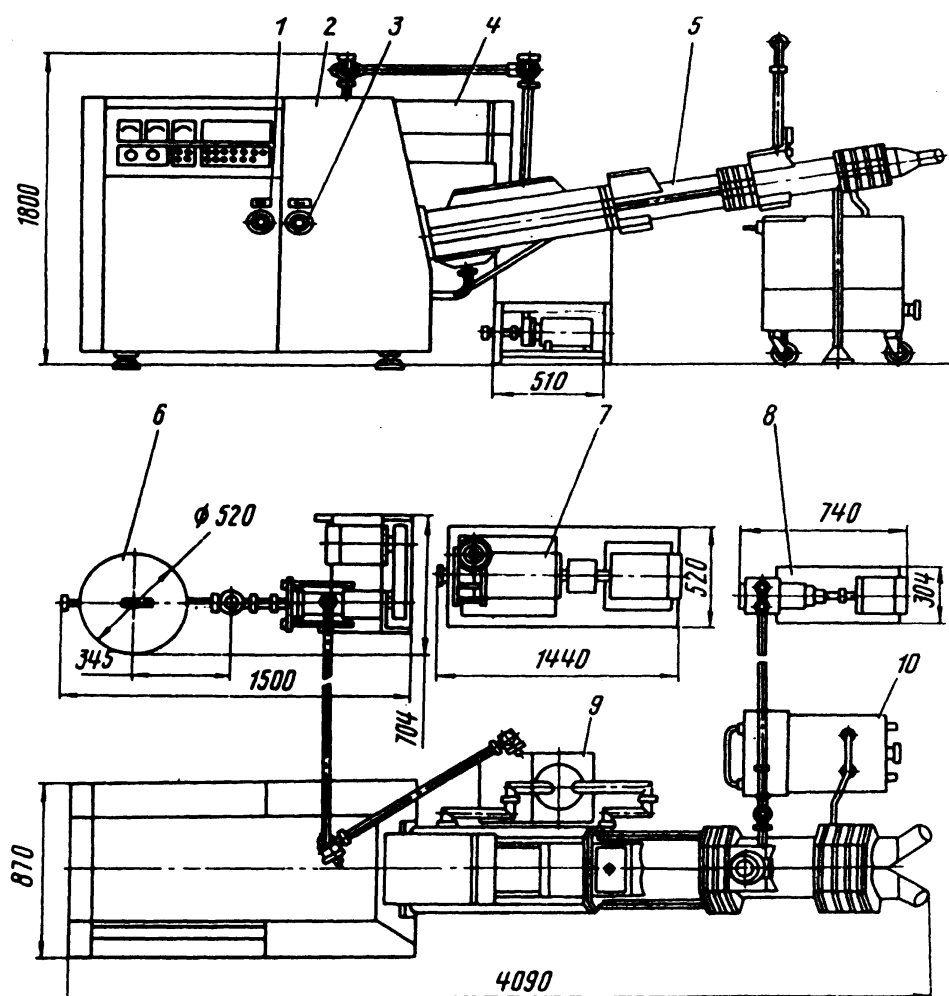

Рис. 1 Загальний вид масловиготовлювача А1-ОЛО
1. Розміщення і монтаж масловиготовлювача А1-ОЛО (рис.1, 2) проводиться відповідно до монтажної схеми. Все устаткування, що входить до складу масловиготовлювача, повинно бути встановлене в маслоцехові. Варто звернути увагу на послідовність монтажу, щоб установка одних частин не ускладнила монтаж інших.